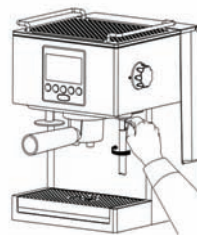

Рис. 9
**ВНИМАНИЕ!** Ако в резервоара (1) се намира много малко количество вода, от жигльора (11) няма да се добива врялата вода. Върху дисплея ще започне да мига показателят  и ще чуете повтарящ се звуков сигнал, който информира за необходимост от допълване на вода. Непременно поставете регулатора на пара (13) в положение **OFF**, т.е. в посока на часовникова стрелка така, че символът **OFF** да съвпада с маркировката върху експреса. Отворете капак на резервоара (1) и налейте водата. Веднага след допълване на вода звуковият сигнал ще спре. За да започнете отново да дозирате врялата вода, завъртете регулатора на пара (13) в положение  | , т.е. в посока срещу часовникова стрелка така, че символът  |  да съвпада с маркировката върху експреса.
**ВНИМАНИЕ!** Жигльора на пара/вряла вода (11) премествайте с помощта на специален накрайник (Рис. 9). Жигльорът на пара/вряла вода е много горещ.
**ВНИМАНИЕ!** Ако в резервоара (1) се намира много малко количество вода, от жигльора (11) няма да се добива врялата вода. Върху дисплея ще започне да мига показателят  и ще чуете повтарящ се звуков сигнал, който информира за необходимост от допълване на вода. Непременно поставете регулатора на пара (13) в положение **OFF**, т.е. в посока на часовникова стрелка така, че символът **OFF** да съвпада с маркировката върху експреса. Отворете капак на резервоара (1) и налейте водата. Веднага след допълване на вода звуковият сигнал ще спре. За да започнете отново да дозирате парата, завъртете регулатора на пара (13) в положение  | , т.е. в посока срещу часовникова стрелка така, че символът  |  да съвпада с маркировката върху експреса.